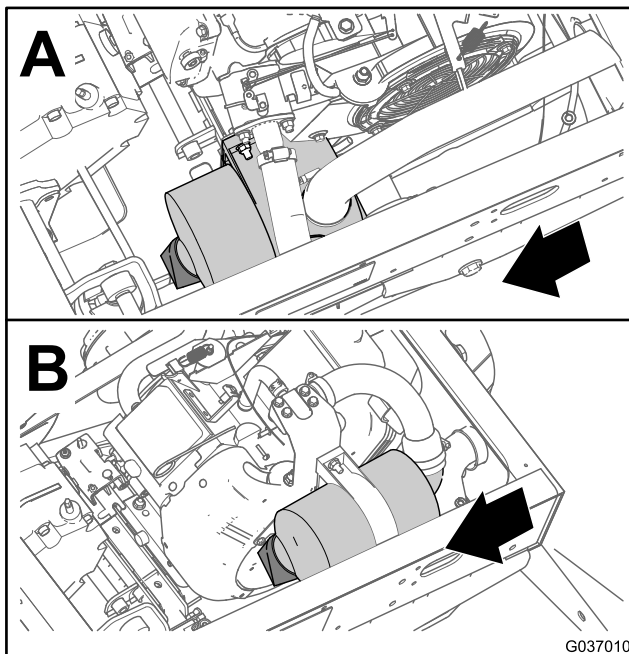
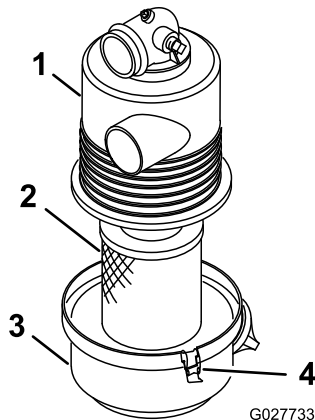

Figure 32
Figure 33
2. Vérifiez si le boîtier du filtre à air présente des dommages susceptibles d'occasionner des fuites d'air (Figure 32 et Figure 33).
3. Desserrez les dispositifs de verrouillage qui fixent le couvercle sur le boîtier du filtre à air (Figure 33).
4. Séparez le couvercle du boîtier du filtre à air et nettoyez l'intérieur du couvercle (Figure 33).
3. Insérez l'élément filtrant dans le boîtier du filtre à air (Figure 33).
4. Alignez le couvercle du filtre à air sur le boîtier (Figure 33).
5. Fixez le couvercle au boîtier avec les dispositifs de verrouillage (Figure 33).